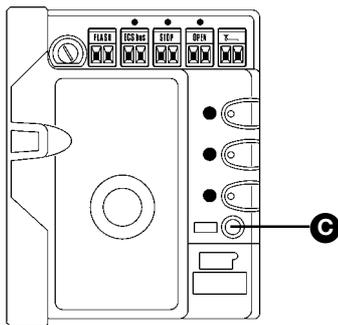

Figura 55
4 Presione el botón amarillo (C) de Figura 55 para efectuar una maniobra completa de apertura y después de cierre. Durante estas dos maniobras la central memoriza la fuerza necesaria en cada punto de la carrera.